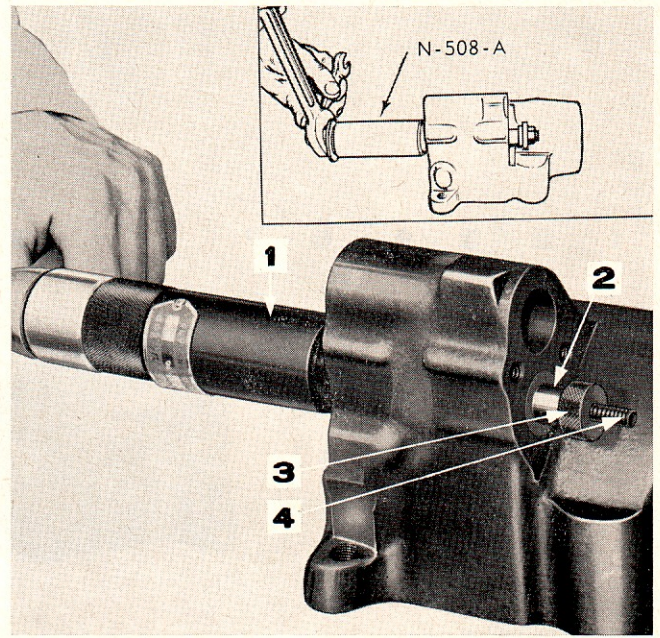

Figure 23: Dépose des bagues de valve automatique.
10. Faire passer l'extension no T.8510-1/b à travers les bagues de la valve automatique, visser l'écrou no T.8510-1/h, prenant appui contre l'extrémité arrière de la bague arrière, et extraire d'un seul coup les deux bagues (Figure 23).
On peut aussi se servir de l'extracteur no N-508-A pour déposer les bagues de la valve auxiliaire (cartouche, Figure 23).